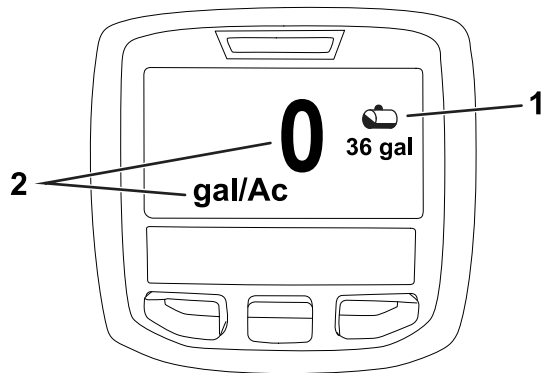

Figura 20
2. Con il pulsante di selezione destro navigate fino alla schermata del volume del serbatoio di irrorazione (Figura 20).